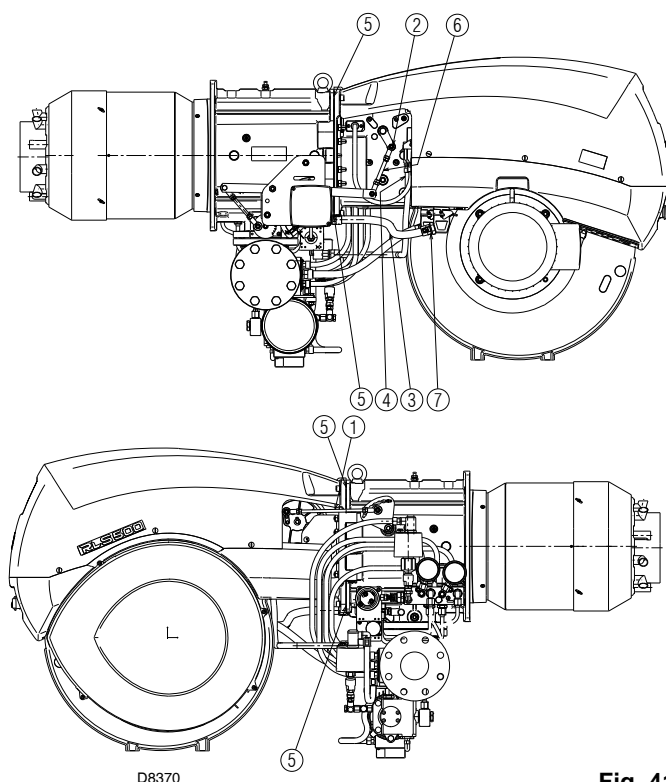

Fig. 41
- 拧松螺母 2)，取下调节燃烧头和风挡开启杠杆的拉杆 1) 和 6) (图 . 41)。